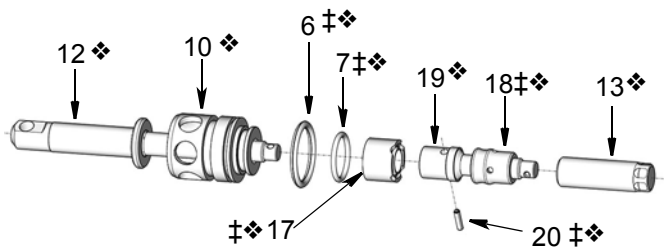

FIG. 21
5. Monter le joint d'admission (17†♦) sur la tige de palette (12♦) (FIG. 21).
7. Nettoyer le filetage de la tige de piston (19♦) et de la tige d'alignement (13♦) avec du solvant en vue de l'application du produit frein à filet (FIG. 21).
- Pour assembler plus facilement les deux parties, placer la tige de piston dans un étau. Veiller à ne pas trop serrer la tige dans l'étau car cela pourrait endommager la tige ou égratigner la surface extérieure. Serrer uniquement sur la surface renforcée de la tige de piston (19).
- Lorsque l'on utilise un étau, pour éviter que la tige ne tourne pendant l'opération de séparation des deux parties, introduire une cheville de longueur supérieure à la goupille élastique (20) dans les orifices de la cheville.
9. Visser la tige de palette (12♦) sur la tige de piston (19♦). Serrer de façon à ce que les orifices de la cheville sur chaque tige (FIG. 21) soient alignés.
10. Monter la goupille élastique (20†♦) dans les orifices alignés à l'étape 6 (FIG. 21).
15. Si le joint racleur (3†♦) a été retiré au cours de la dépose du bas de pompe, à l'étape 7, page 15, lubrifier le nouveau joint et le monter sur le bas de pompe (2).